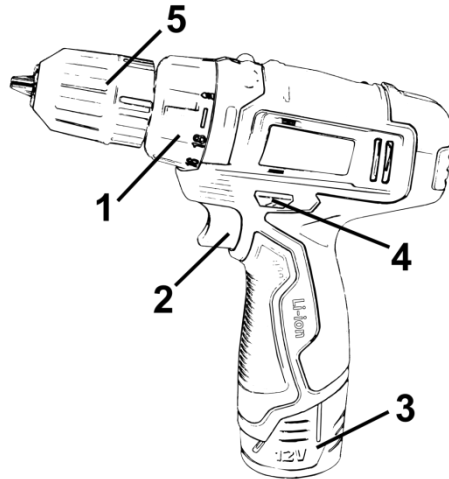

Рисунок 1
4.1.2 Встановіть необхідний крутний момент за допомогою кільця регулятора моменту затягування (1) (рис. 1).
4.3 Для включення виробу натисніть на клавішу вимикача (2, рисунок 1). Для відключення виробу слід клавішу відпустити. Регулювання швидкості обертання патрону здійснюється ступенем натискання на клавішу вимикача.